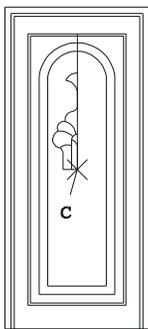
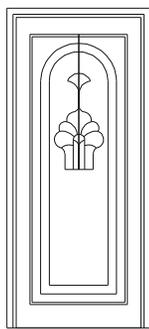

图 5-2-32
图 5-2-33
**STEP 12** 使用圆弧命令 ARC 绘制如图 5-2-32 所示的花纹（这些花饰都是由一段一段的圆弧和直线构成的）。绘制这样随意而自然的花饰没有具体步骤可循，只有开始绘制一个大概的轮廓线，然后不断调整直到满意为止。
**STEP 13** 使用镜像命令 MIRROR 将如图 5-2-32 所示绘制好的一部分花饰进行镜像，得到如图 5-2-33 所示的花饰，其具体操作步骤如下：
选择对象：指定对角点：找到 19 个 // 框选如图 5-2-32 所示绘制好的一部分花饰